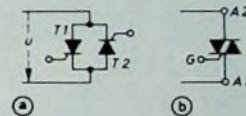

Bild 2. Antiparallelschaltung zweier Thyristoren T1 und T2 (a) und Triac-Symbol (b) mit den beiden Anoden A1, A2 und dem Gate G.
Eine Weiterentwicklung des Thyristors zum Steuern von Wechselstromverbrauchern führte zu einer genialen Lösung, zum Triac. Der Triac vereinigt zwei antiparallel geschaltete Thyristoren in einem einzigen Halbleiterbauelement (Siliziumkristall). Damit ergibt sich eine weitere Verringerung der Abmessungen und auch der Vorteil, nur eine einzige Steuerelektrode zu benötigen und mit einer gemeinsamen Steuerspannung für beide Halbwellen auszukommen. Man spricht hier nicht mehr von Anode und Kathode, sondern nennt (Bild 2) die beiden Hauptanschlüsse A1 und A2 und die Steuerelektrode Gate (G). Das Triac-Bau-